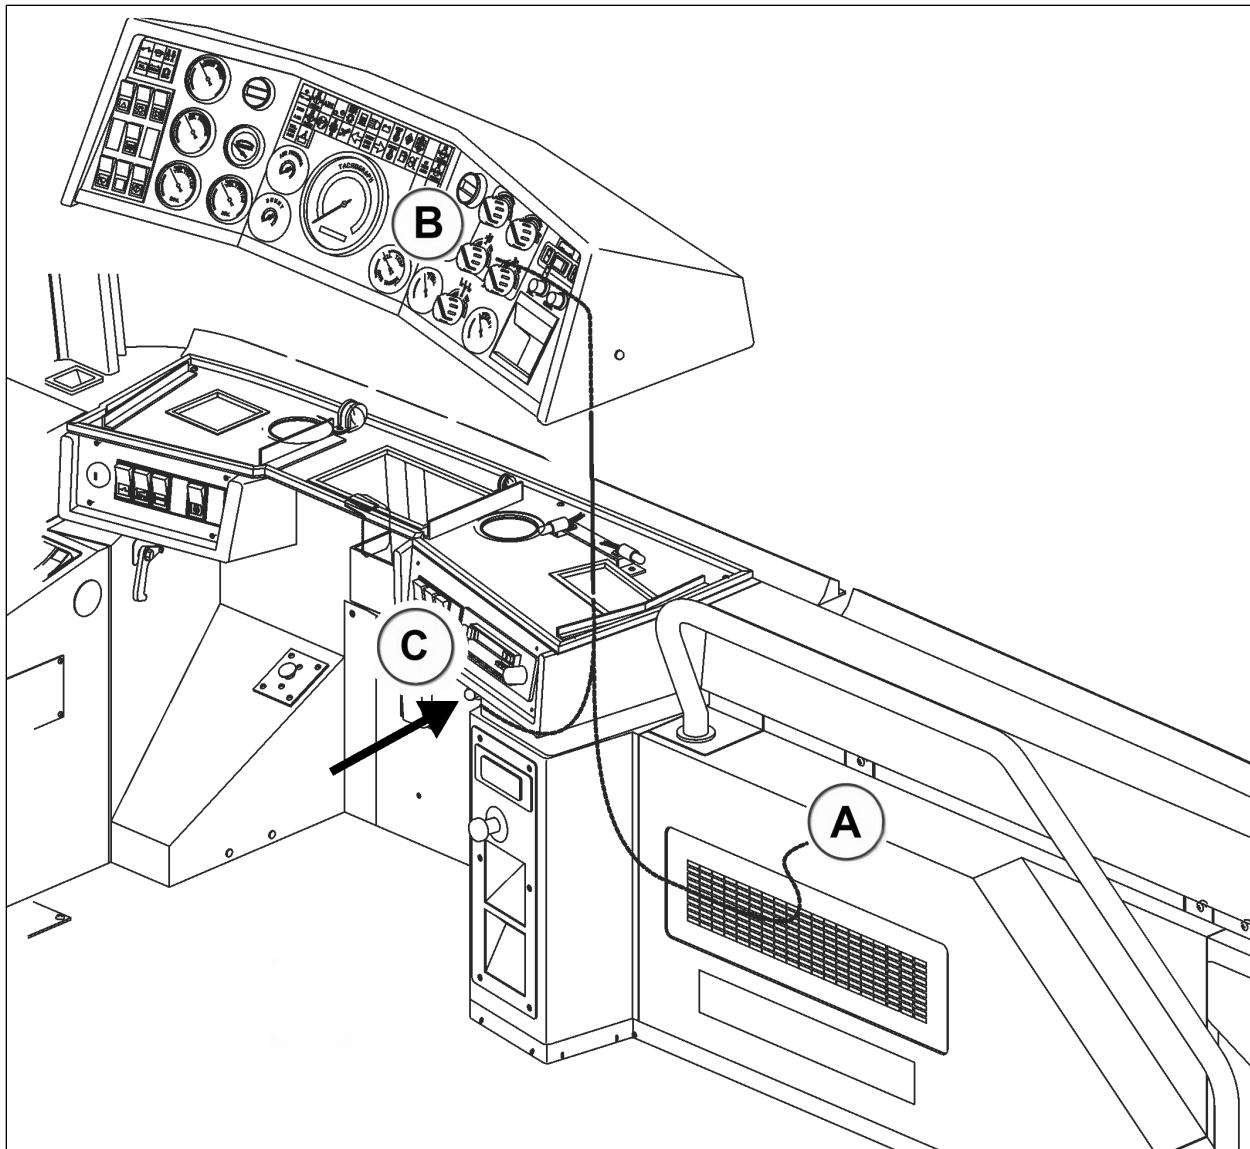

Figure 1 : Survol
La marche à suivre remplacera le thermostat existant (A) par une nouveau potentiomètre (B) et une sonde (C) (Fig 1 & 2).